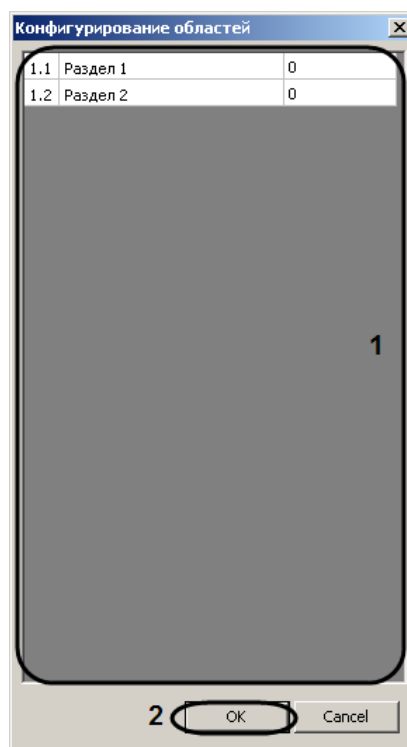

Рис. 3.3—11 Диалоговое окно Конфигурирование областей
4. В таблице (см. Рис. 3.3—11, 1) отображаются все зарегистрированные объекты **Раздел** ПК *Интеллект*.
5. В третьем столбце таблицы ввести номер зоны контроллера АПДА.21 (или АПДА.41) напротив соответствующего ей раздела ПК *Интеллект* (см. Рис. 3.3—11, 1).